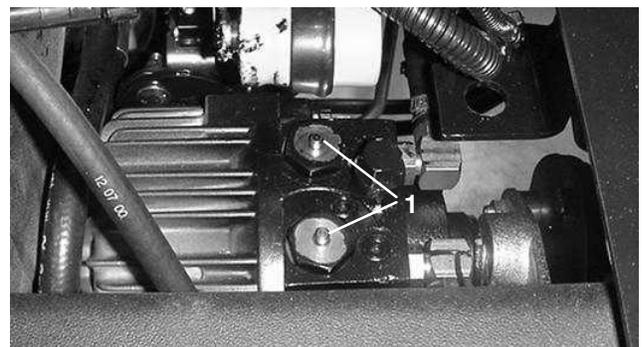

Figure 33
2. Appuyez sur les goupilles et maintenez-les enfoncées au centre des deux (2) ensembles clapet anti-retour en haut de la transmission (Fig. 33) pendant que vous poussez ou remorquez la machine. Le siège et sa plaque de montage sont déposés sur la Figure 33.
Graissez abondamment les goupilles des clapets anti-retour une fois par an (Fig. 33). Lubrifiez aussi les graisseurs du pont arrière toutes les 500 heures ou une fois par an, la première échéance prévalant (non illustré). Les points de graissage des roulements et bagues sont :